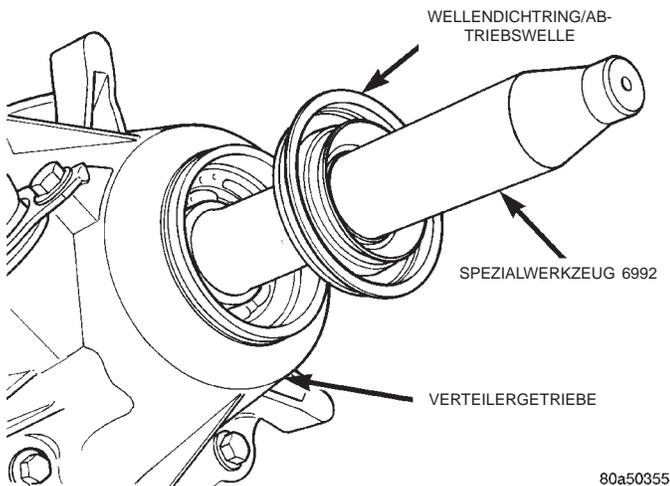

Abb. 77 Dichtring der Abtriebswelle und Spezialwerkzeug
(5) Den Dichtring auf Spezialwerkzeug 6992 schieben (Abb. 77). Spezialwerkzeug 6992 mit Dichtring auf die Abtriebswelle aufschieben.